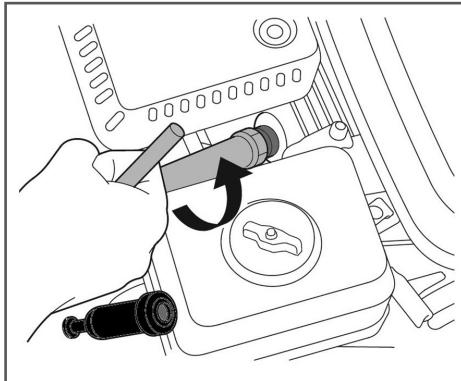

Рис. 29 Обслуживание свечи зажигания
- Открутите свечу зажигания свечным ключом (Рис. 29).